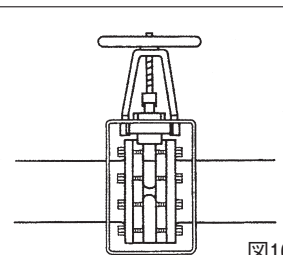

図10
- R. 液体温度が120℃以上になる場合、または、凍結の恐れのある場所で使用する場合は、バルブを保温されることをお勧めします。ただし、グランドの増し締めができる様な保温を行ってください。(図10)